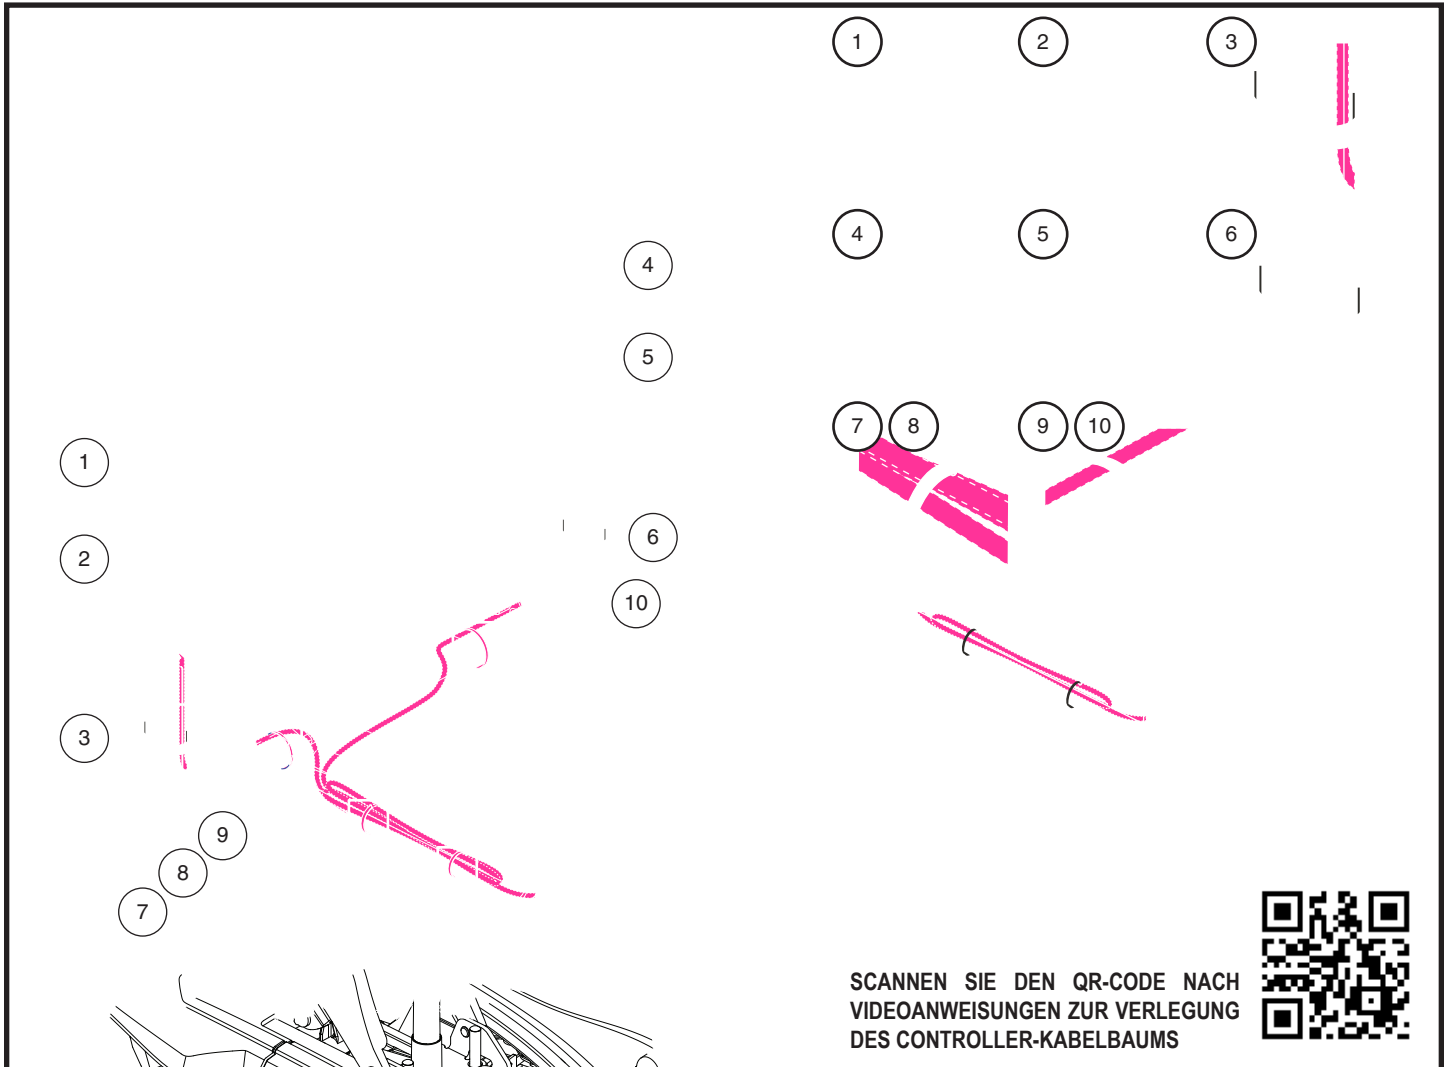

Bild 11. Führung des Steuerungskabels
17. Sichern Sie die Kabel mit Hilfe der mitgelieferten Kabelbinder an der Armlehne, wie in **Abbildung 11** gezeigt.
19. Sichern Sie die Kabel mit Hilfe der mitgelieferten Kabelbinder an der Armlehnenhalterung und der Sitzplatte wie in **Abbildung 11** gezeigt.
WARNUNG! Achten Sie darauf, alle Kabel ordnungsgemäß gemäß Abbildung 11 zu führen. Bei falscher Kabelführung können der Lichtschalter, die Steuerung oder andere elektrische Komponenten beschädigt werden.
1. Ziehen Sie für die Positionen 1 bis 10 die Kabelbinder gemäß der in **Abbildung 11** gezeigten Kabelbaumführung fest.
HINWEIS: Videoanweisungen zum Verlegen des Controller-Kabelbaums finden Sie unter <https://youtu.be/KHdTQK9KXn0> oder scannen Sie den in **Abbildung 11** gezeigten QR-Code mit Ihrem Smartphone.
9. Führen Sie das Steuerungskabel am Sitzrahmen entlang und sichern es mit Kabelbindern. **Siehe Bild 11.**